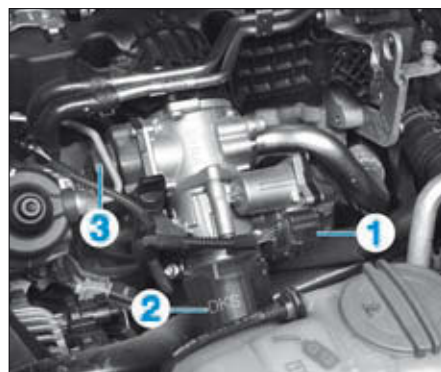

FIG. 60
- le connecteur (1) du papillon motorisé (Fig.60),
- le connecteur (2) de la vanne EGR,
- la durit d'air (3).